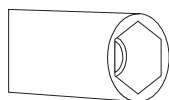

Figura 4
2. Para el cambio del inyector, utilice un destornillador cuya cabeza sea como el de la Figura 4.